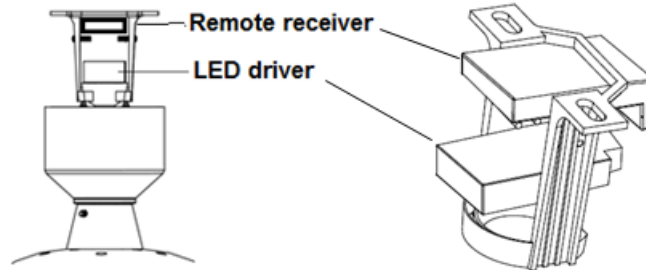

Fig. 4
1. Levante con cuidado el ventilador y coloque el conjunto de bola de la varilla ubicada en el espacio asignado en el soporte de montaje y trabe la bola en su lugar. Inserte el controlador del LED en la parte inferior del soporte de montaje y luego inserte el receptor remoto en la parte superior del soporte de montaje. **Fig. 4**